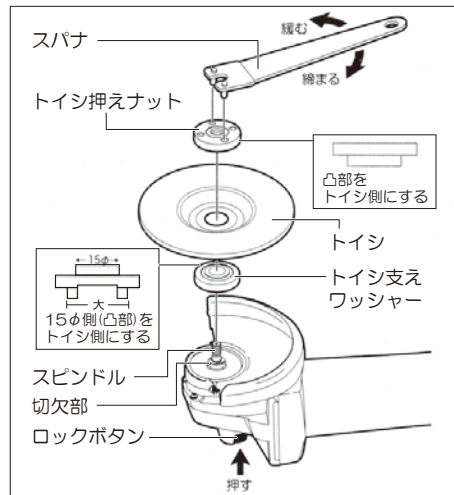

図2
■付属品トイシの取付け (図2参照)
- ①工場出荷時、スピンドルにはトイシ押さえナットとトイシ支えワッシャーが付いていますのでトイシ押さえナットだけ取り外してください。